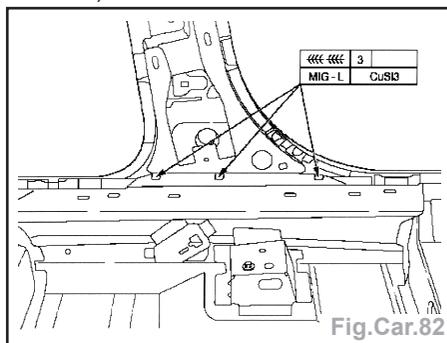

Fig.Car.82
- Agraffer le montant B intérieur inf. (Fig. Car.82).